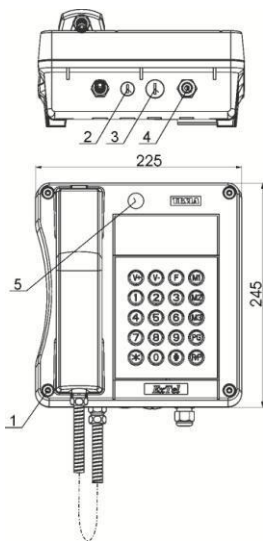
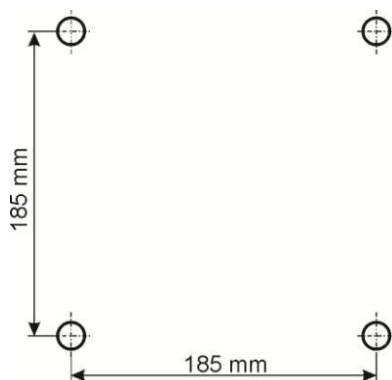
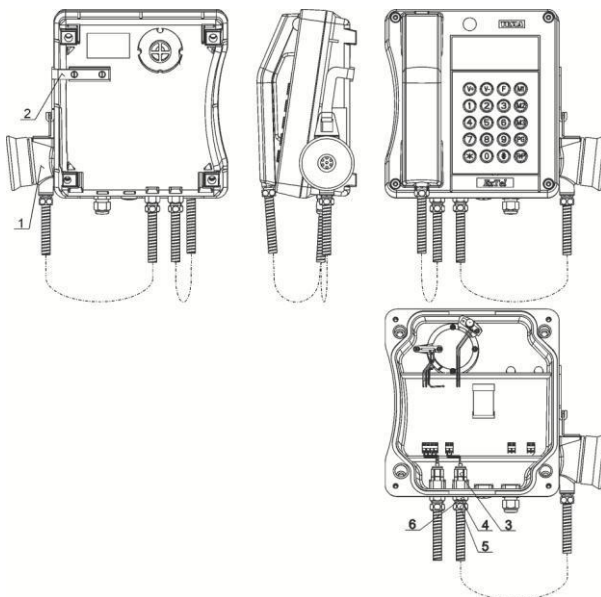

рис.1 4 FP 153 32/S
Рис.3
Рис.4
С помощью ключа TORX отвинтить 4 винта на верхней крышке телефона (1 рис.1). Снять верхнюю крышку. В углах нижней части корпуса телефонного аппарата находятся 4 посадочных отверстия для болтов (поз.1 рис.2), при помощи которых аппарат крепится на стену. Расположение посадочных отверстий для болтов отображено на рис. 3. Рекомендуется использовать болты диаметром $\varnothing 5$ -6мм с диаметром головки $\varnothing 10$ -12 мм.
К телефонным аппаратом можно подключить дополнительный микротелефон (поз.2,3 рис.1) и внешнее вызывное реле.
1. Смонтируйте держатель дополнительного микротелефона 4FA 192 08 (рис.4 поз.2). Держатель входит в комплект поставки дополнительного микротелефона.
2. Снимите верхнюю крышку телефонного аппарата (рис.1,2).
3. Демонтируйте заглушку (поз.2 рис.1), находящуюся на внутренней стенке телефонного аппарата и вкрутите кабельный ввод M12x1,5, входящий в комплект поставки дополнительного микротелефона (поз.3 рис.4). С внешней стороны вкрутите ответную часть кабельного ввода 4FA 036 08 (поз.4рис.4).
4. Ослабьте гайку кабельного ввода (поз.3 рис.4) и с внешней стороны проденьте шнур дополнительного микрофона. Ослабьте гайку бронированного шнура (поз. 5 рис. 4) и введите его с внешней стороны в ответную часть кабельного ввода (поз. 6 рис.4), после чего затяните гайку бронированного шнура (поз.5 рис.4). С внутренней стороны телефонного аппарата затяните гайку кабельного ввода (поз.3 рис.4).